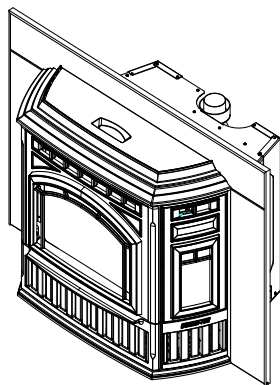

Figure 20.2 – Vue après assemblage
8. Enlevez les parois en fonte gauche et droite de l'encasté. (**Voir la figure 20.2**).